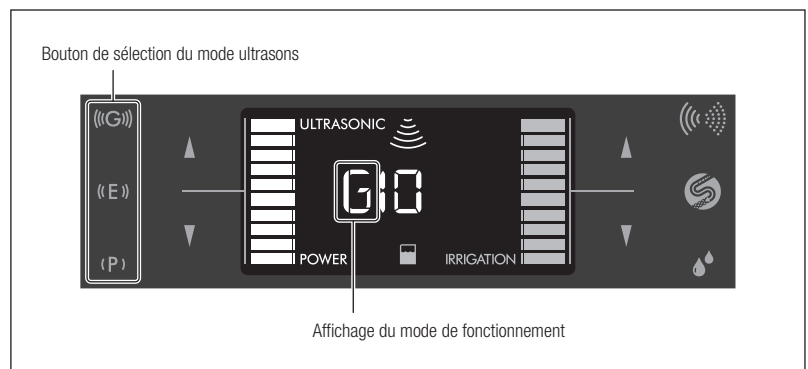

Fig. 19
- 1) Appuyez sur le bouton de sélection du mode ultrasons pour choisir le mode. Le mode sélectionné s'affiche sur l'écran LCD sous la forme P/E/G (Fig. 19).